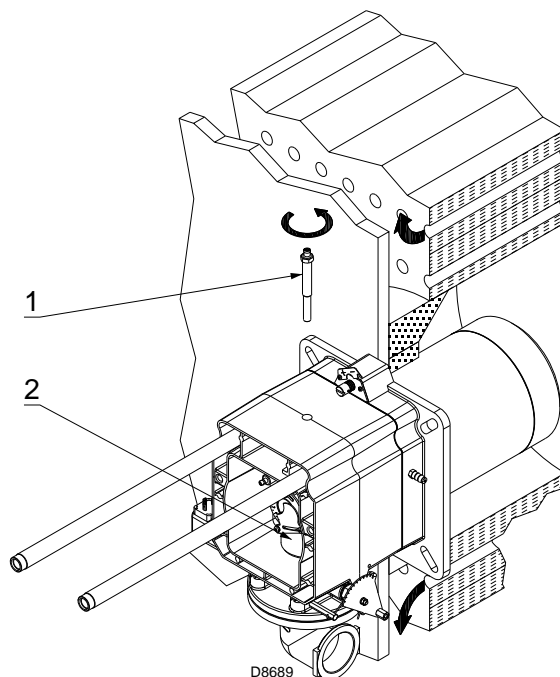

图 13
- 拆下螺丝 1)(图 13)；
- 取出燃烧头内部部件 2)(图 13) 进行校准。
在安装的上一步中，已将燃烧头固定到锅炉上，如图 13 所示。